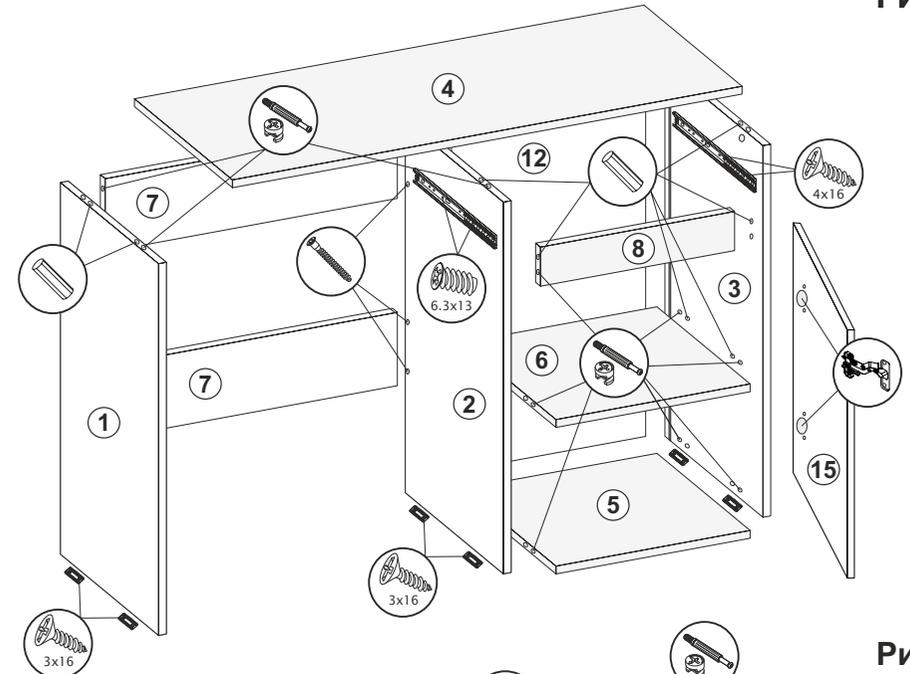

Рис.2
5. Соединить детали ящика (9,10,11) еврошурупами. Замерить диагонали получившегося ящика и прибить ХДФ (13,14) гвоздями 2x20 (рис.2).
6. Прикрутить ответные части направляющих по центру деталей ящика (9) шурупами 4x16 (рис.2).
7. Установить створку (16,17) на собранный ящик с помощью эксцентриков (рис.2).